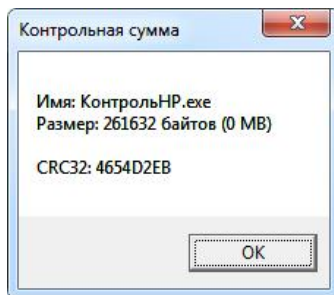

Рисунок 9
После этого откроется окно представление, на рисунке ниже, в котором можно посмотреть контрольную сумму исполняемого файла, рассчитанная по алгоритму CRC32 (рисунок 9).
4.5.3.6 Задать смещение (отклонение от номинального значения проверяемого коэффициента деления) (Рисунок 9, выноска 7)– «0».
4.5.4.11 Выбрать опорное напряжение, В (Рисунок 9, выноска 3) – «36».
4.5.4.12 Выбрать измеряемые параметры (Рисунок 9, выноска 5) – «Измерение сопротивления».
4.5.4.13 Задать значение сопротивление, кОм (Рисунок 9, выноска 6) – «5».
4.5.4.14 Задать смещение (отклонение от номинального значения проверяемого коэффициента деления) (Рисунок 9, выноска 7) – «0».